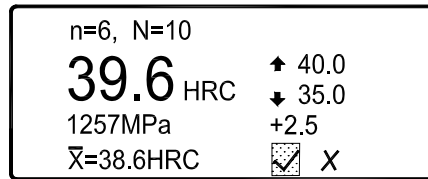

图 5.4.14
5.4.5 全部选用 四种辅助功能可同时全部选用，此时测试结果如图 5.4.14。